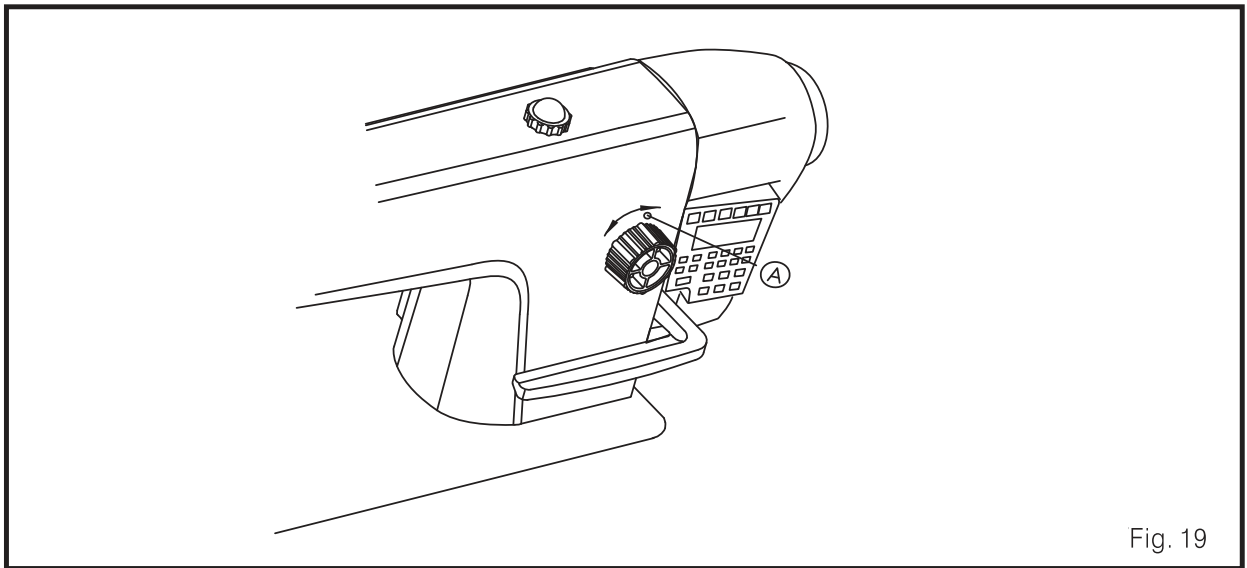

Fig. 19
1. Gire o disco de comprimento do ponto ①, pois a seta indica que o número desejado está alinhado com a marca A na máquina. (Fig.19)
3. Pressione a alavanca de alimentação ② para baixo e gire o botão de ajuste do comprimento do ponto ① para alterar o comprimento do ponto.